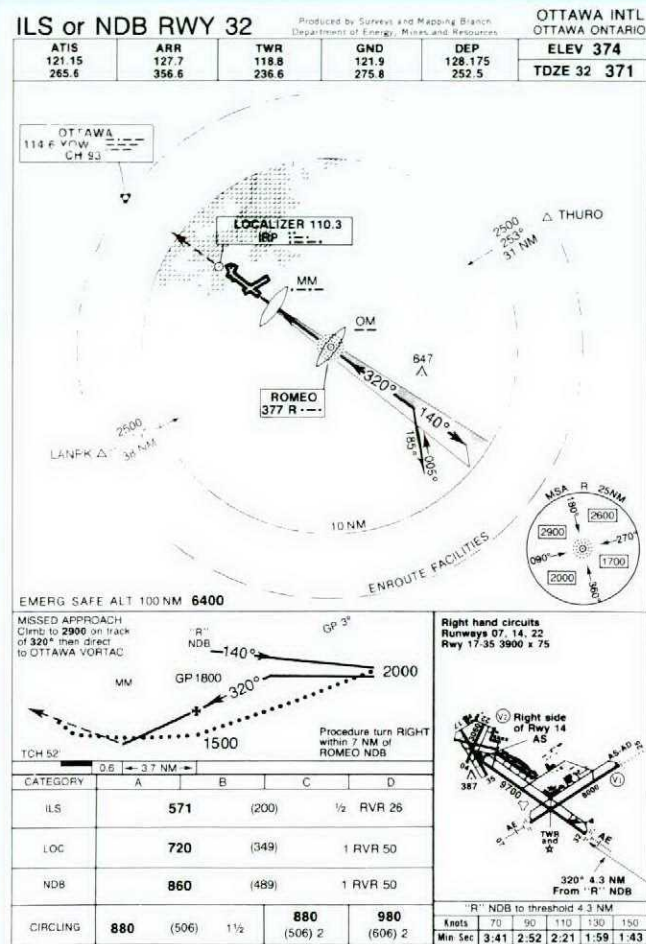

Figure 5
Transitions were originally introduced to approaches to provide a transition from an enroute navigation aid to the primary approach aid upon which the procedure turn was based (Fig 5). In recent years the use of transitions has become more common as planners attempted to expedite the traffic flow. To accommodate this change, at some locations an intermediate fix (IF) has been established on the final approach course, and
À l'origine, les transitions ont été incorporées aux approches pour établir un "pont" entre une aide à la navigation en route et l'aide principale à l'approche sur laquelle est basé le virage conventionnel (figure 5). Ces dernières années, l'utilisation des transitions s'est répandue de plus en plus au fur et à mesure que les planificateurs tentaient d'accélérer la circulation. Pour faciliter ce changement, un repère intermédiaire